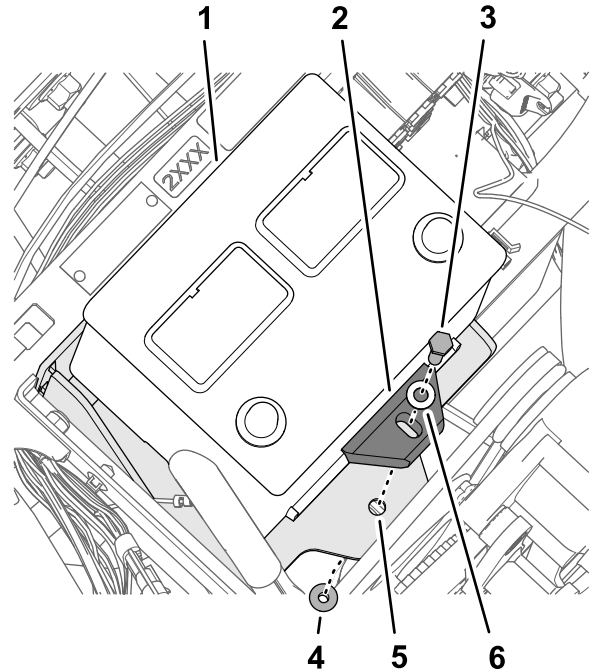

図 174
5. バッテリーをバッテリーブラケットに固定するボルト $\frac{5}{16}$ " x $1\frac{3}{4}$ "ワッシャ $\frac{5}{16}$ "、バッテリーリテーナ、フランジロックナット $\frac{5}{16}$ "を使用して 図 174 のように取り付ける。